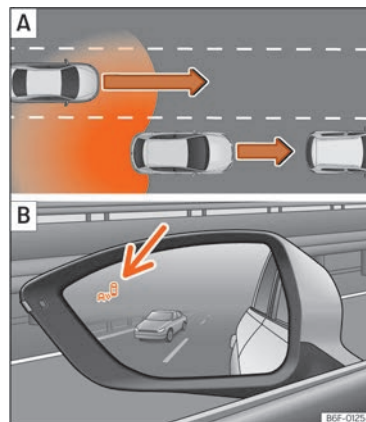
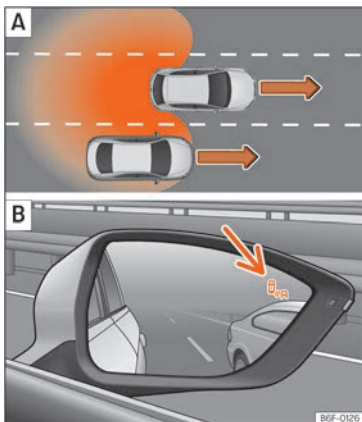

Abb. 114 Schematische Darstellung: **A** Überholen mit Verkehr im hinteren Bereich. **B** Anzeige des Spurwechselassistenten links.
Abb. 115 Schematische Darstellung:
In folgenden Situationen wird die Anzeige in der Kontrollleuchte >>> (Abb. 114) [B] (Pfeil) oder >>> (Abb. 115) [B] (Pfeil) dargestellt:
- Bei einer Überholung durch ein anderes Fahrzeug >>> (Abb. 114) [A].
- Bei Überholung eines anderen Fahrzeugs >>> (Abb. 115) [A] mit einer Geschwindigkeitsdifferenz von ca. 10 km/h (6 mph). Erfolgt die Überholung wesentlich schneller, erfolgt keine Anzeige.